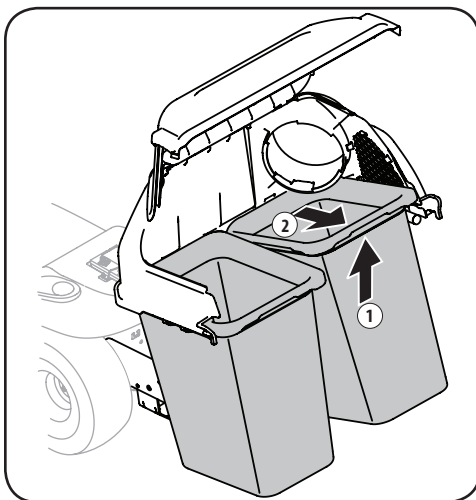

Figure 5-3
4. Pour retirer les sacs collecteurs, soulevez chaque sac (1) et retirez-le du support (2). Voir Figure 5-3.